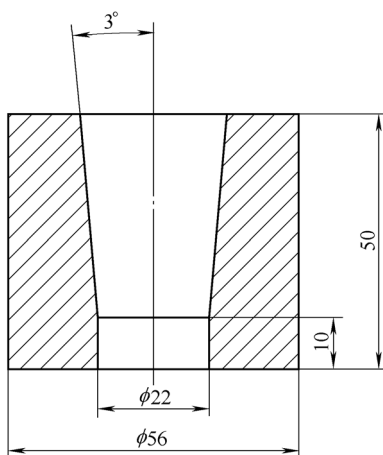
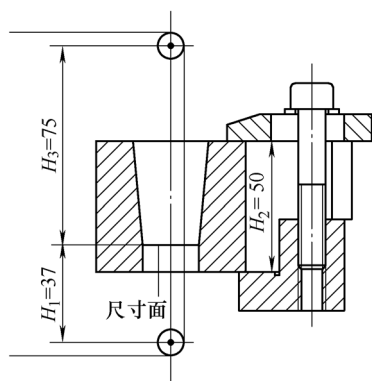

图12 工件图
图13 凹模漏料孔加工参数设置示意图
(3) 编程面在工件高度方向 H_x 处锥度参数设置。设 $H_x=10\text{mm}$ ，工件如图12所示。其锥度加工参数设置如下：角度 $\beta=3^\circ$ ， $H_1=37\text{mm}$ 、 $H_2=50\text{mm}$ 、 $H_3=75\text{mm}$ ，如图13所示。凹模漏料孔的加工就属于这种情况。可以看作是编程面与工作台不重合的情况，只需将凹模刃口高度作为垫块来处理。需要注意的是，当切割一侧斜边时，下部钼丝不会过切到另一侧已经加工好的凹模刃口。